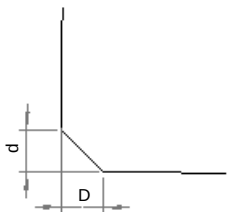

图 4.3.23 第二种创建方式
② 在“类型”下拉列表中选择“D x D”选项，在“D”文本框中输入倒角尺寸 8，在“修剪造型”下拉列表中选择“完全修剪”选项，单击“确定”按钮。倒角结果如图 4.3.23 所示。